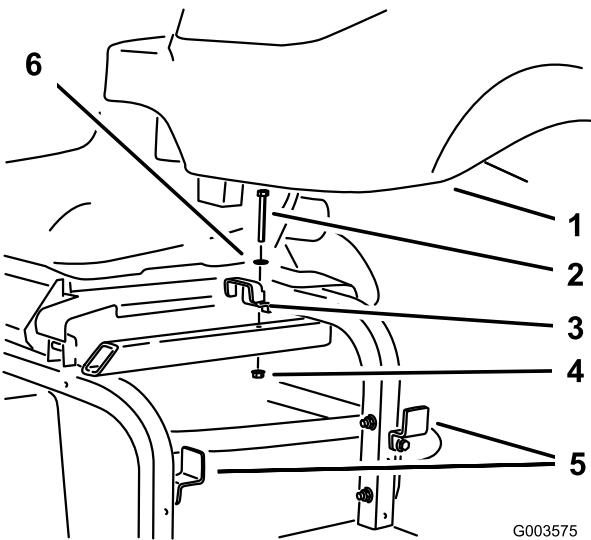

図 7
7. 機体フレームから油圧オイルタンクの上部ブラケットを外し、フレーム側部についているブラケット（2つ）をゆるめる（図 7）。タンクを外す：タンクは捨てずに保管するが、上ブラケット、ボルト、ワッシャ、ナットは捨てる。